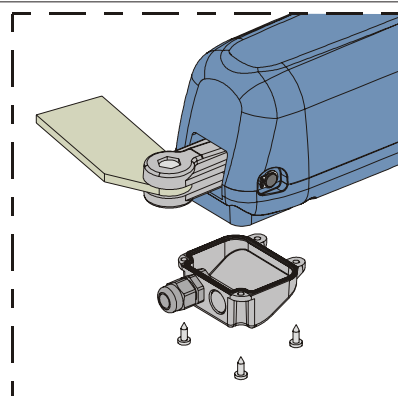

Fig. 16
4) Sluit het deksel met de vier bijgeleverde schroeven, fig.16.